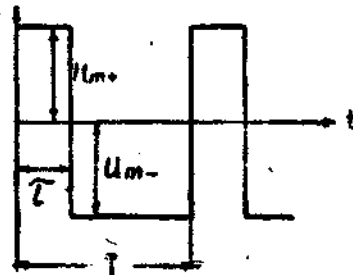

Рис. 1
*Скважность есть отношение длительности периода импульсных колебаний к длительности импульса  $Q = T/\tau$ , (см. рис.1).*